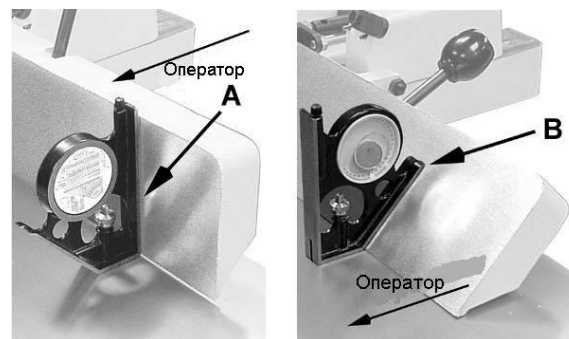

Рисунок 15
5. Поместите прибор для измерения угла на стол и прижмите его к упору, чтобы убедиться, что упор установлен на 90° (А, рис. 15).
6. Если упор установлен не перпендикулярно столу, ослабьте *фиксатор наклона* (В), ослабьте *стопорную гайку* (D), фиксирующую *стопорный винт* (F), и поворачивайте стопорный винт, пока упор не установится перпендикулярно столу.
7. Затяните *стопорную гайку* (D), чтобы зафиксировать *стопорный винт* (F) и сохранить результат регулировки.
2. Отодвиньте *упорный блок* (С) и установите упор под углом 135° ; рукоятка упора (Е) повернута от оператора, как показано на рисунке. Убедитесь, что упор установлен вплотную к *стопорному винту* (H).
4. Поместите прибор для измерения угла на стол и прижмите его к упору, чтобы убедиться, что упор установлен на угол 135° к столу (В, рисунок 15).
5. Для регулировки ослабьте *стопорную гайку* (J), фиксирующую *стопорный винт* (H), и поворачивайте стопорный винт до тех пор, пока упор не установится на угол 135° .
6. Затяните *стопорную гайку* (J).